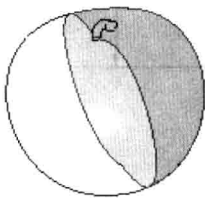
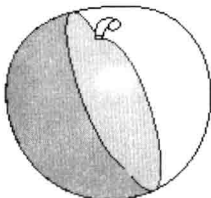

图1-7 复制苹果右侧曲面
图1-8 复制苹果左侧曲面
(5) 复制曲面 ()，如图1-7所示。
- ① 在图形窗口右上角，切换选择模式为“几何”。
- ② 单击苹果表面，再单击主菜单中的“编辑”→“复制”。
- ③ 单击主菜单中的“编辑”→“粘贴”，再单击特征定义栏中的.
(6) 以同样操作复制苹果另外一侧的曲面，如图1-8所示。